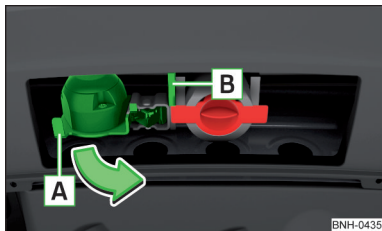

Abb. 231
- › Die 13-polige Steckdose am Griff **A** fassen und in Pfeilrichtung ausschwenken » Abb. 231.